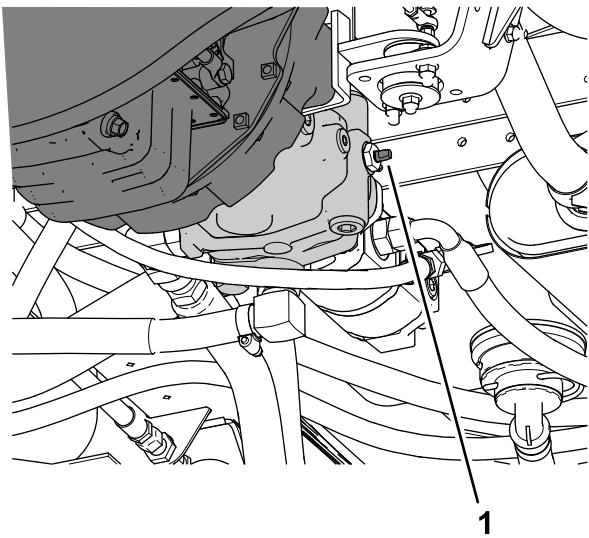

图 45
3. 将拖车阀图 45 向任意方向旋转 90° 打开拖车阀。